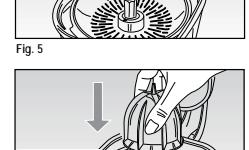

Fig. 6
Die Zitruspresse ist mit 2 Presskegeln versehen: Ein kleiner Presskegel (B) für Zitronen, ein größerer (A) für Orangen und Grapefruits, den es auf den kleineren aufzusetzen gilt: dabei haben die Verlieferungen mit den Rippen des kleinen Kegels übereinzustimmen (Abb. 6).